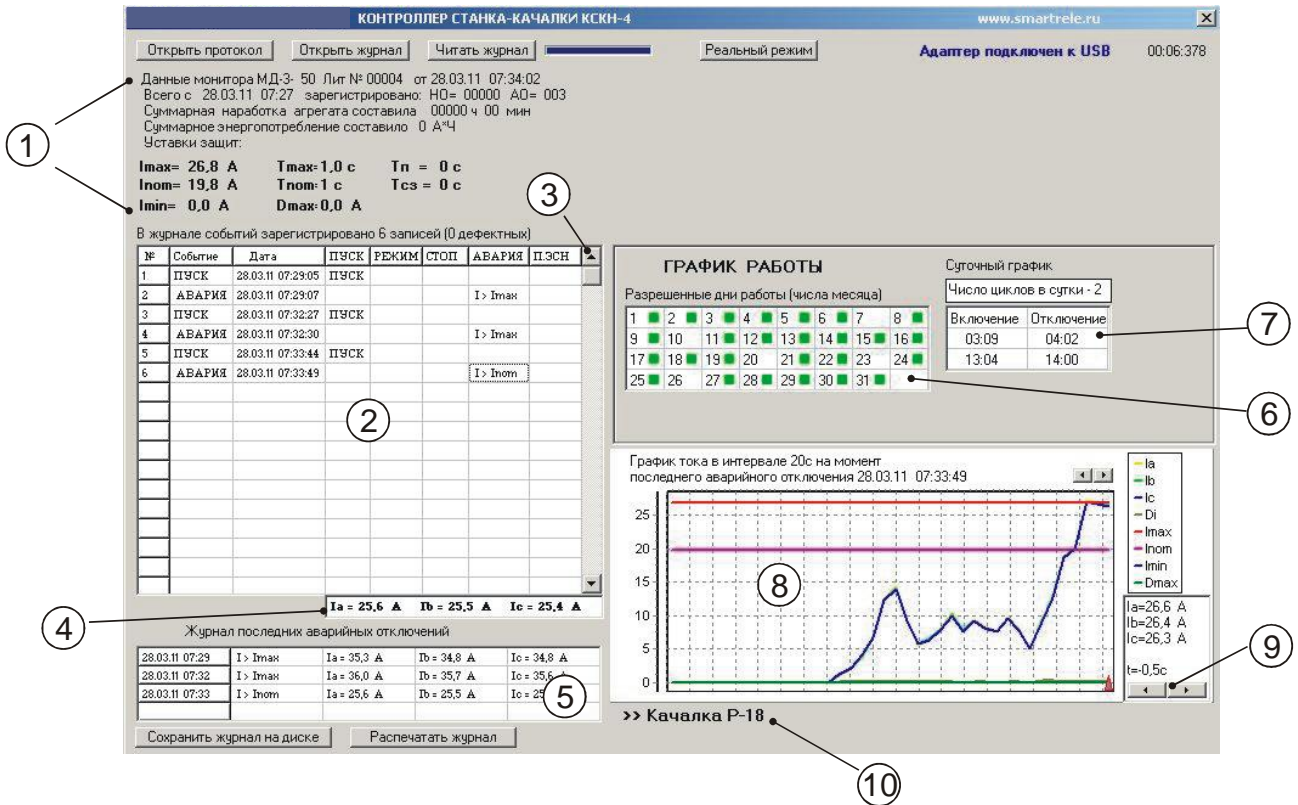

Рисунок 6 – отображение журнала событий контроллера КСКН-3, КСКН-4 на экране ПК.
5.8.1 Чтобы считать журнал событий, в открывшемся окне программы кликните мышью кнопку “Читать журнал”. После считывания данных (~ 8 сек) откроется окно журнала (рис. 6).
5.8.2 Поле 1 (рис. 6) содержит следующую информацию:
5.8.3 В таблице 2 (рис. 6) отображается в хронологическом порядке последовательность зарегистрированных прибором защиты событий. Для просмотра таблица может “прокручиваться” с помощью бегунка 3.
5.8.6 Поле 10 (рис. 6) содержит символьное обозначение установки, оборудованной прибором защиты (порядок присвоения символьного обозначения смотри в п. 5.12).